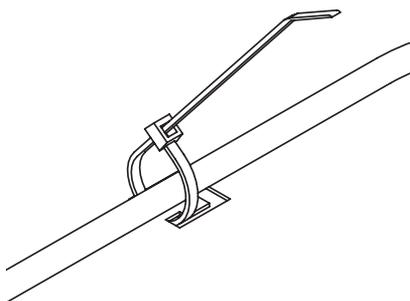

Fig.130 Fissare i cavi con una fascetta per cavi come scarico della trazione
► Fissare tutti i cavi alla linguetta punzonata con una fascetta per cavi come scarico della trazione – Fig. 130.